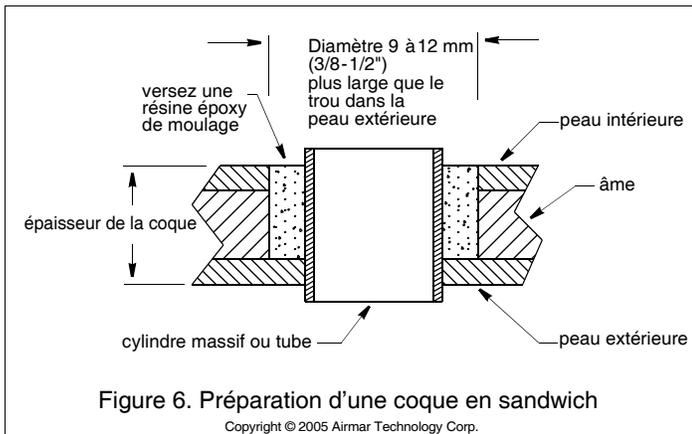

Figure 6. Préparation d'une coque en sandwich
2. À l'aide de la scie-cloche de taille appropriée, découpez un trou perpendiculaire à la surface de la coque *depuis l'extérieur* dans la peau *extérieure* uniquement (voir tableau en page 2) (voir Figure 6).